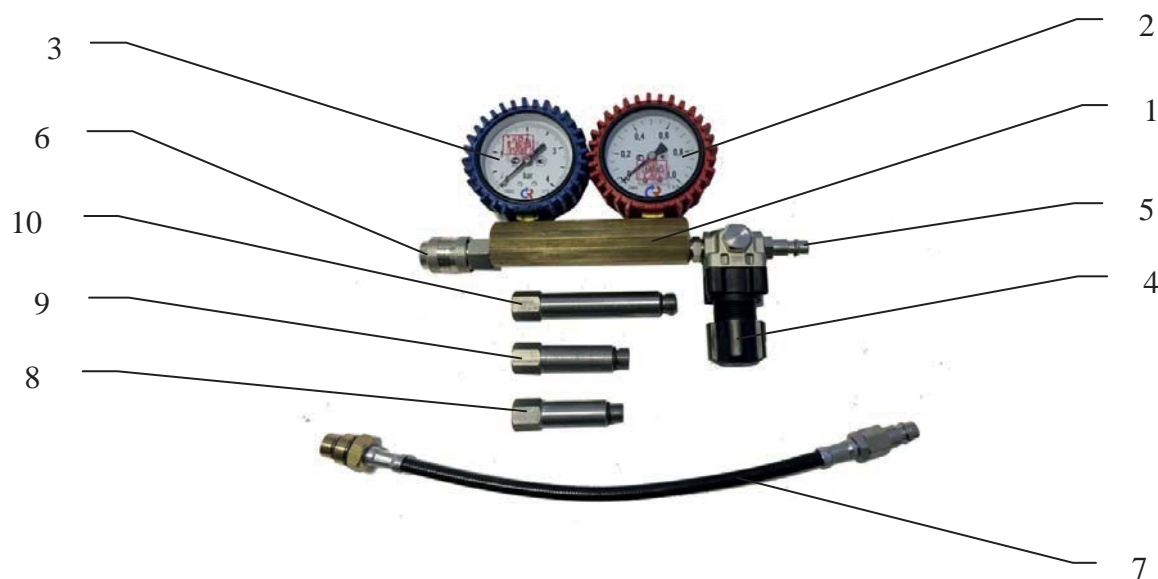

Рис.1 (пневмотестер)
- Подключить шланг (рис.1, поз.7) пневмотестера к свечному отверстию проверяемого цилиндра, при необходимости используя адаптеры (рис.1, поз.8-10) из комплекта поставки ***
- Подключить прибор к источнику сжатого воздуха с давлением 4-6Бар (к магистральному воздухопроводу или пневмокомпрессору) через штуцер (рис.1, поз.5)
ВНИМАНИЕ! Во избежание повреждения прибора, перед присоединением к источнику сжатого воздуха убедитесь, что регулятор редуктора давления (рис.1, поз.4) повернут в направлении против часовой стрелки до упора (к символу «-» на регуляторе)
- Поворотом регулятора редуктора давления (рис.1, поз.4) в направлении по часовой стрелке установить на манометре контроля входящего давления (рис.1, поз.2) значение в диапазоне от 4 до 6 Бар
- Подсоединить шланг измерительный (рис.1, поз.7) штуцером к цанге БРС (рис.1, поз.6) пневмотестера
- Со шкалы манометра контроля утечек (рис.1, поз.3) снять показания
ВНИМАНИЕ! Перед отсоединением компрессионного шланга, во избежание повреждения прибора, необходимо уменьшить давление сжатого воздуха поворотом регулятора редуктора давления (рис.1, поз.4) в направлении против часовой стрелки до упора (к символу «-» на регуляторе)
Даже при минимальном износе цилиндров, в силу наличия конструктивных зазоров, всегда имеется определенная утечка воздуха. Тем не менее на исправном двигателе стрелка на манометре контроля утечек (рис.1, поз.3) должна показывать снижение давления не более, чем на 15-30% от первоначально установленного. Очень важна разница показаний по всем цилиндрам, допустимая в пределах 10-15%.
II. Установить с помощью редуктора (рис.1, поз.4) значение входящего давления на манометре (рис.1, поз.2) ББар. Показания манометра утечки (рис.1, поз.3) в этом случае не имеют значения